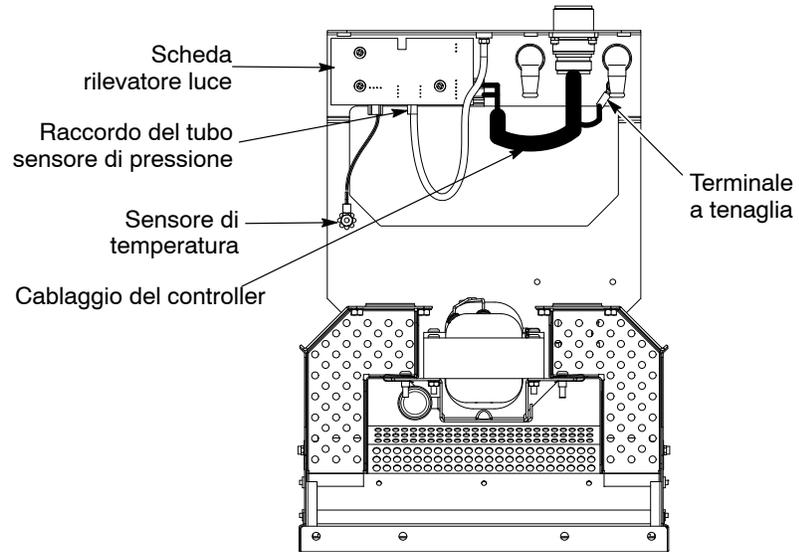

Figura 6-23 Sostituzione della scheda del rilevatore di luce (qui nella versione con soffiante esterno)
2. Vedi figura 6-23. Scollegare il cablaggio del sensore di temperatura, il cablaggio del controller e il tubo flessibile del sensore di pressione dalla scheda del rilevatore di luce.
Vedi figura 6-23. Il sensore di temperatura interno (termistore) è sostituibile anche separatamente. Consiste di un cablaggio a due fili con spina e terminale a tenaglia. Il termistore è sigillato al terminale a tenaglia.